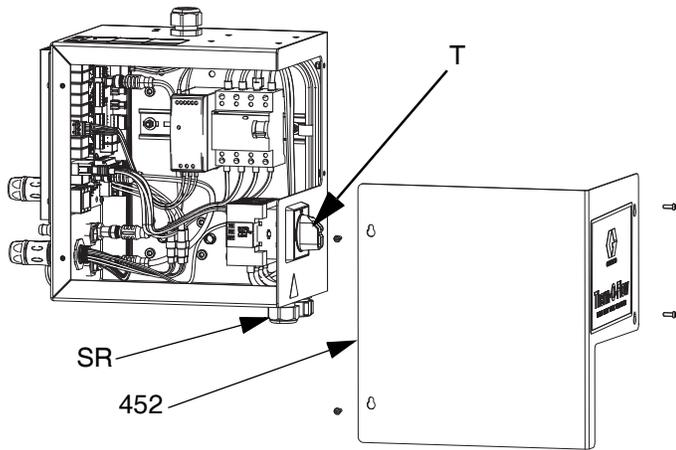

FIG. 9
3. Desserrez les vis et retirez le couvercle (452) sur le boîtier de contrôle du chauffage (S). Voir la FIG. 9 à la page 24.
4. Retirez les deux vis (433) et le couvercle (457) de la partie inférieure du boîtier de contrôle du chauffage (S).